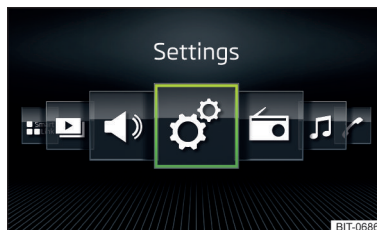

Fig. 136
- Selezionare l'opzione **Visualizz. a griglia** » fig. 135 o **Visualizz. orizzontale** » fig. 136.